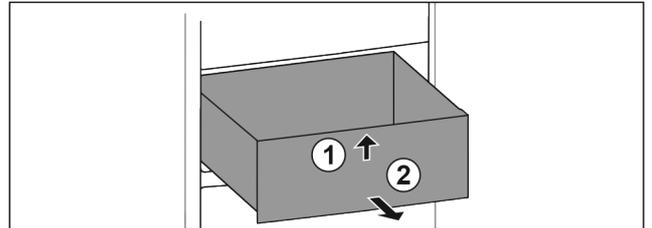

Fig. 96
- ▶ Sollevare il cassetto dal davanti. Fig. 96 (1)
- ▶ Rimuovere il cassetto tirandolo in avanti. Fig. 96 (2)